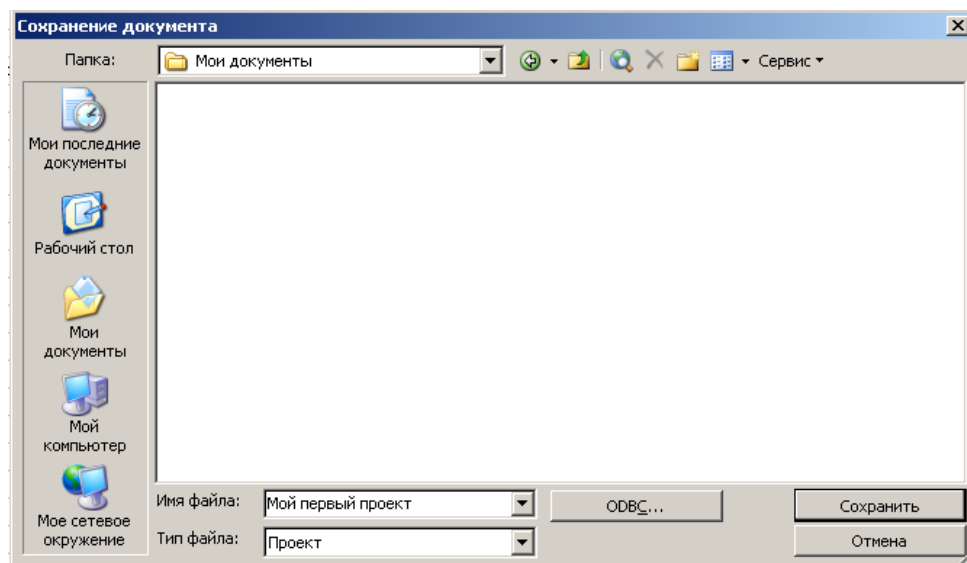

Рис. 2.10. Диалог **File Save** (Сохранение файла)
- Нажмите кнопку  (Сохранить) на панели инструментов **Standard** (Стандартная). На экране появится диалог **File Save** (Сохранение файла) (рис. 2.10).